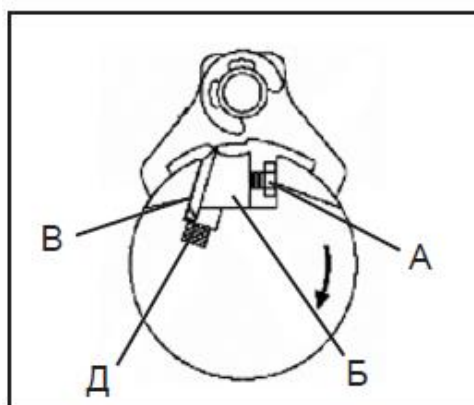

Рис. 15
- Установите нож и прижимную планку (Рис. 15 - Б) в направляющий паз строгального вала. Убедитесь в том, что пружины (Рис. 15 - Д) на месте.
- Шаблон для установки строгальных ножей (Рис. 15 - Г) плотно прижмите к валу, чтобы отрегулировать высоту ножей.
- Снимите нож и прижимную планку (Рис. 15 - В и Б).